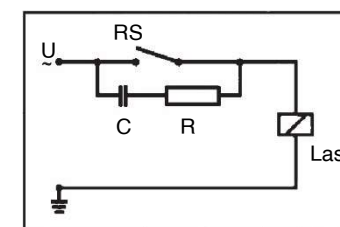

Bild 5: Schutz bei Wechselstrom und induktiver Last durch RC-Glied
Wechselstrom (AC): Lichtbogendämpfungsglied (RC-Glied) parallel zum Schalter schalten, siehe Bild 5.